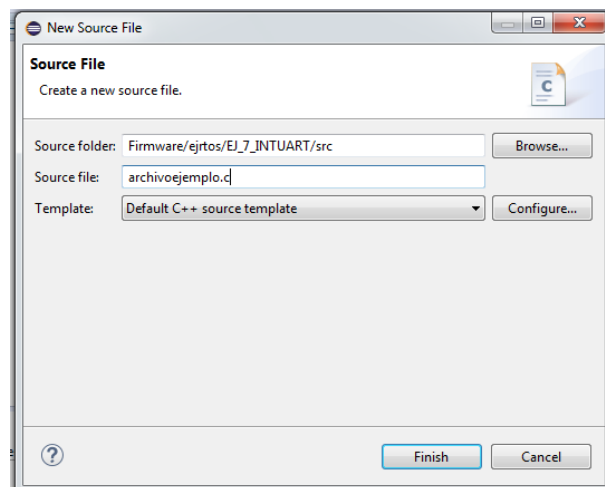

Figura 30: Generación de archivo fuente para implementación de proyecto.
- **Paso 3:** Para generar el archivo fuente, el usuario debe ubicarse sobre la carpeta *src*, y luego oprimiendo click derecho, debe seleccionar la opción *New* → *Source File*. A continuación se abre una ventana cuyo aspecto es similar al de la Figura 30, en ella, se debe establecer el nombre del archivo fuente, el cual en este caso es *Ejemplo\_1.c*. Al terminar la escritura de su nombre, debe escribirse la terminación *.c*, y oprimir el boton *Finish*, para concluir la generacion de dicho archivo.